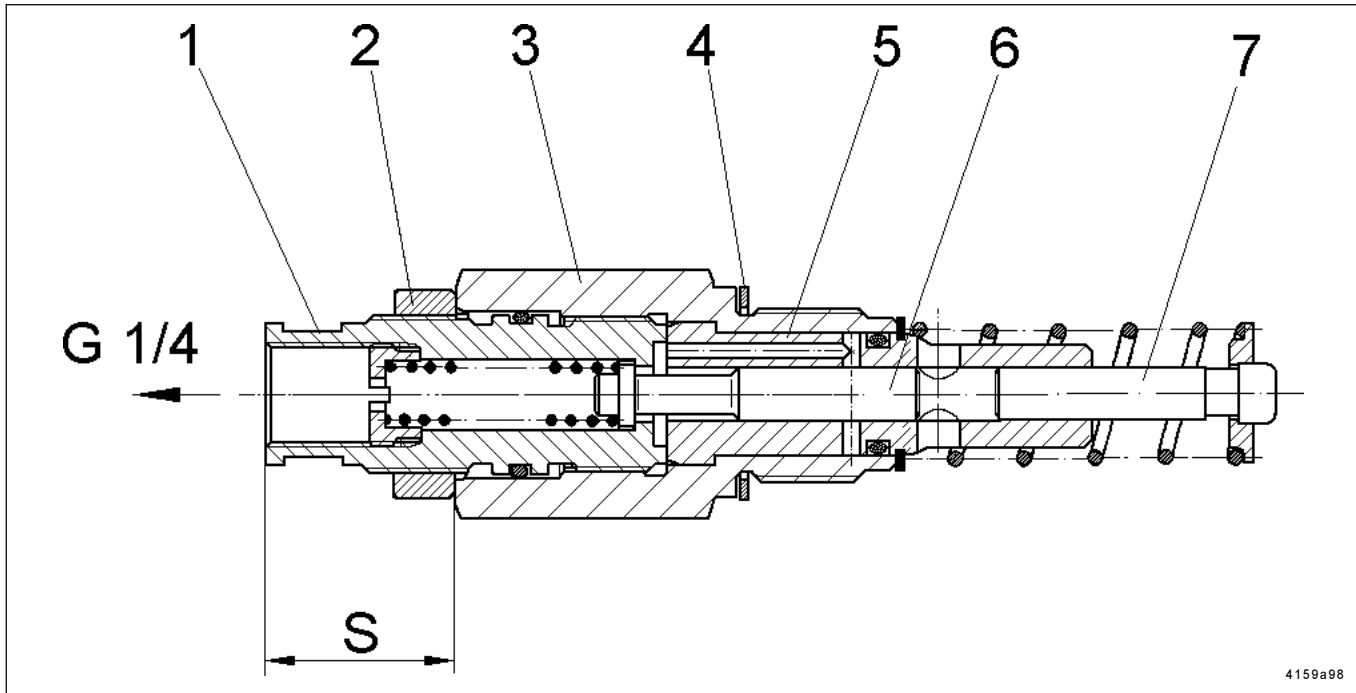

Fig. 9 - Coupe d'un élément de pompe réglable
- Desserrer le contre-écrou (2, fig. 9) en maintenant le corps de l'élément de pompe (3) à l'aide d'une clé de serrage.
- Régler la tige de réglage (1) à l'aide d'une clé de serrage. Voir
- Dévisser la tige de réglage (1, fig. 9) du corps de l'élément de pompe (3) pour obtenir une cote „S“ de 30 mm.
- Visser le contre-écrou (2) sur le butoir de la tige de réglage (1).
- Visser la vis de réglage (1) avec le contre-écrou (2) jusqu'au butoir dans le corps de l'élément de pompe (3).